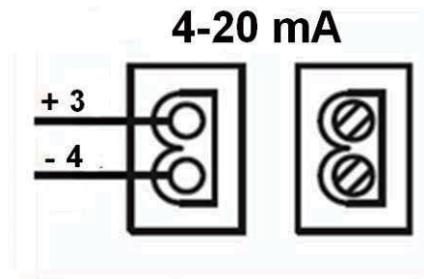

图7：电流回路
错误状态继电器连接器 (TB1) 和再生继电器连接器 (TB2) 位于控制电路板上。按图7所示进行继电器连接。继电器可设置为防故障或非防故障模式 – 参见第26页。
- 连接电流检测设备至连接器TB3，极性如图7所示。仅可使用环形或叉形端子将屏蔽线连接在右侧/底部子板螺丝上。应进行单点屏蔽连接/接地。